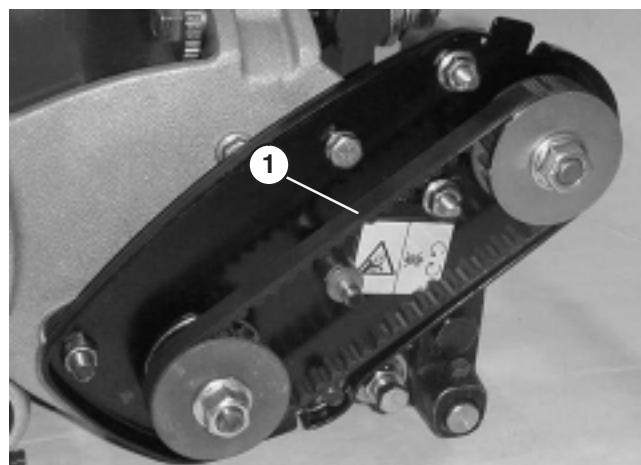

Bild 37
2. Prüfen Sie die Spannung des Riemens (Bild 37). Wenden Sie eine Kraft von $1,8 \pm 0,45$ kg in der Mitte der Scheiben an. Die Riemendurchbiegung sollte 6,4 mm betragen. Gehen Sie auf den nächsten Schritt, wenn die Durchbiegung nicht ordnungsgemäß ist.